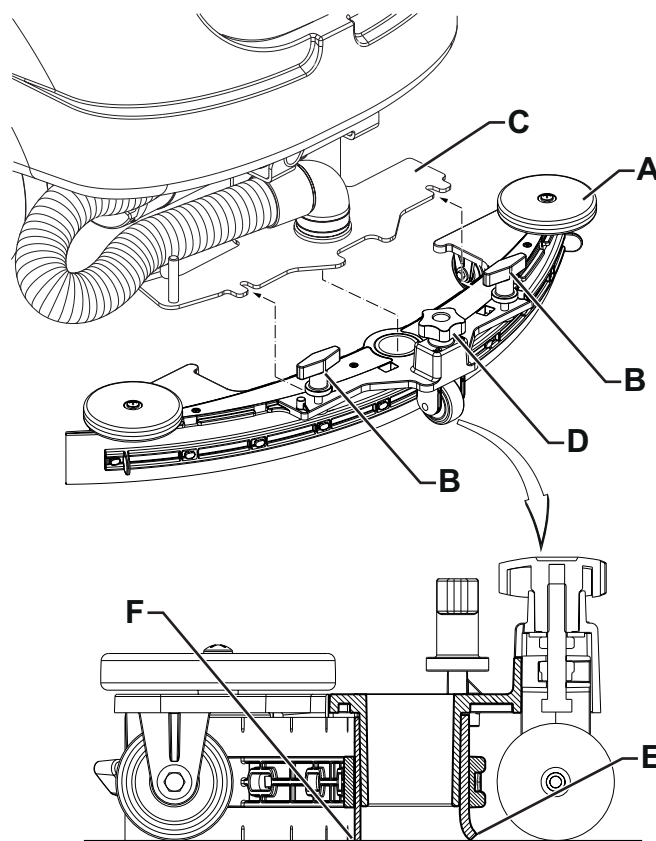

Figure 3
1. Installer l'embouchure (A, Fig. 3) et la fixer avec les boutons (B) à l'étrier (C).
2. Si nécessaire, régler l'embouchure avec la poignée (D) de sorte que le pneu arrière (E) et le pneu avant (F) touchent le sol, comme indiqué dans la figure.